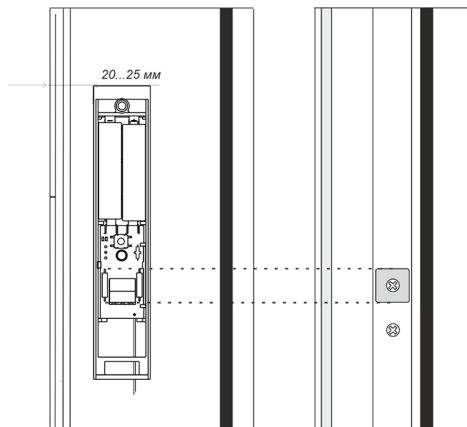

Рисунок 8 – Монтаж БОС и магнита
12.2.3 Наметьте отверстия для крепления, используя шаблон (см. рис.8) при необходимости, засверлите.
13.5 Откройте окно и наметьте отверстия для крепления БОС на раме пластикового окна, используя шаблон (см. рис.8), таким образом, чтобы: